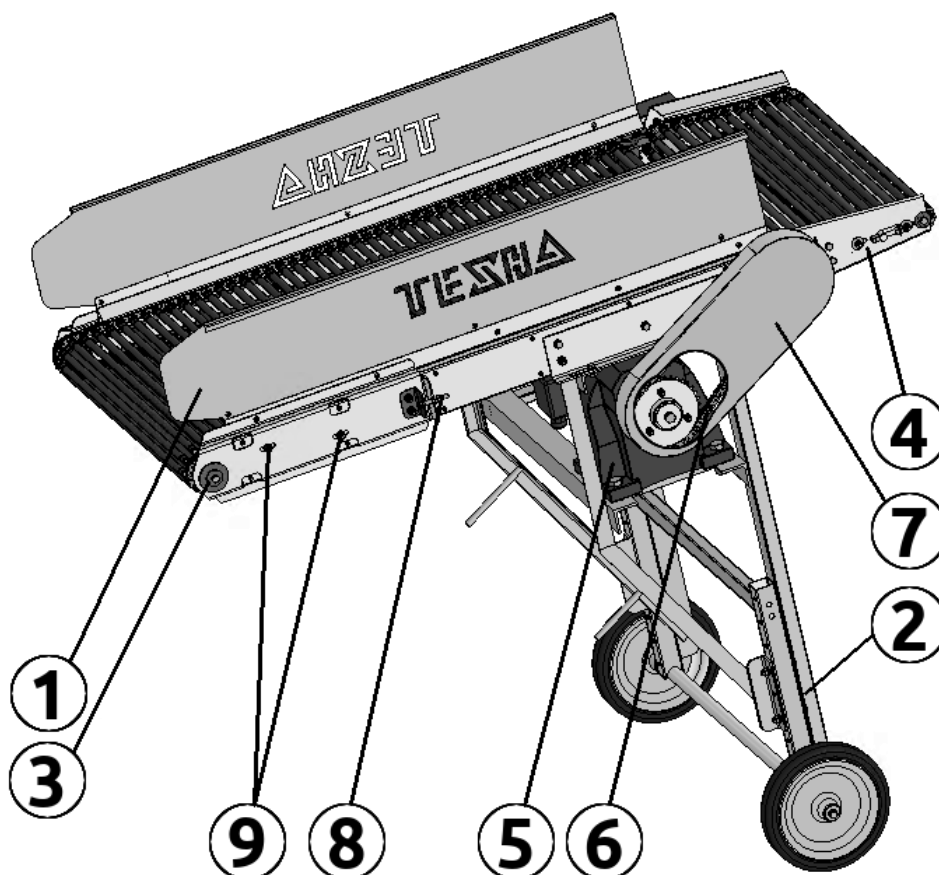

Рисунок 4.16
Приставной транспортер (рис. 4.16) – это прутковый транспортер (1), установленный на подвижной тележке (2).